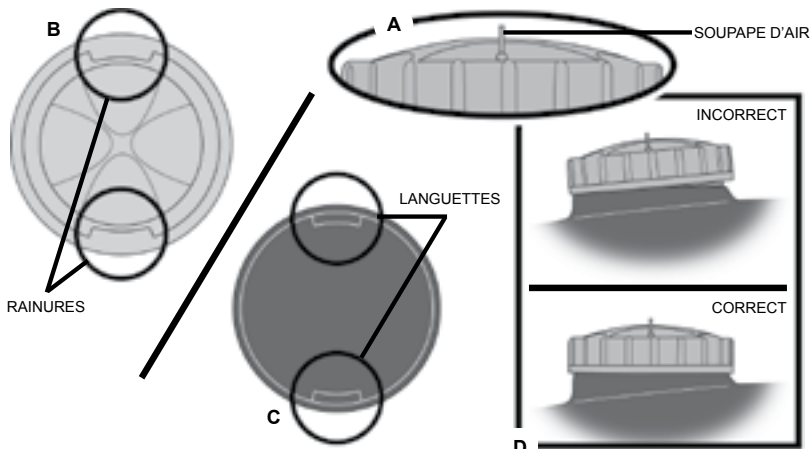

FIGURE 8
**REMARQUE :** Il ne faut pas enlever ni couper la petite soupape d'air en caoutchouc sur le dessus du bouchon du réservoir d'eau (FIGURE 8-A). Ne retournez pas l'appareil à l'envers quand le réservoir d'eau est plein; une petite quantité d'eau pourrait s'écouler.
4. Remettez le bouchon du réservoir d'eau de façon à aligner les rainures de filetage au bas du bouchon (FIGURE 8-B) et les languettes à l'intérieur de l'orifice de remplissage (FIGURE 8-C). Pressez le bouchon du réservoir d'eau vers le bas afin qu'il repose à l'horizontale sur le dessus de l'orifice de remplissage (FIGURE 8-D). Faites-le ensuite tourner d'un quart de tour en sens horaire (comme l'indique la mention « lock » sur le bouchon) pour le verrouiller en place.